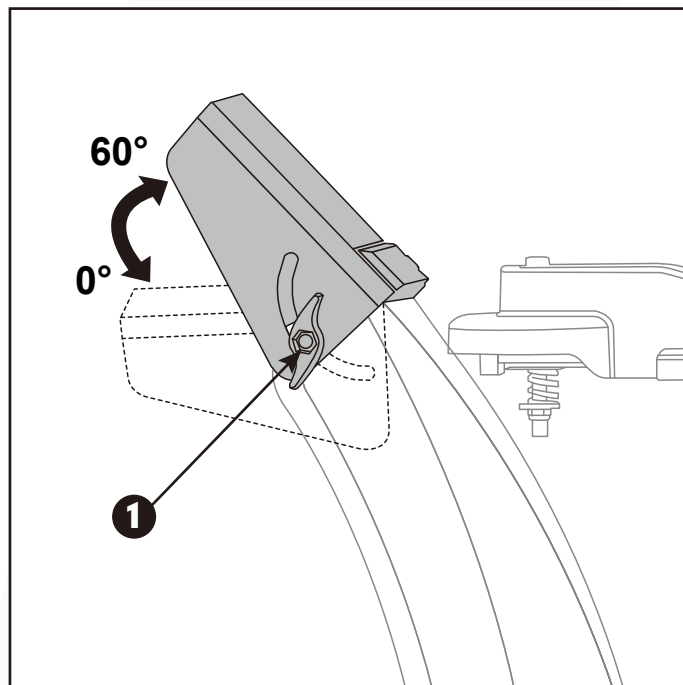

Figura 16
1. Afloje el tornillo de bloqueo y ajuste el deflector de descarga de nieve a una altura adecuada. (Figura 16)